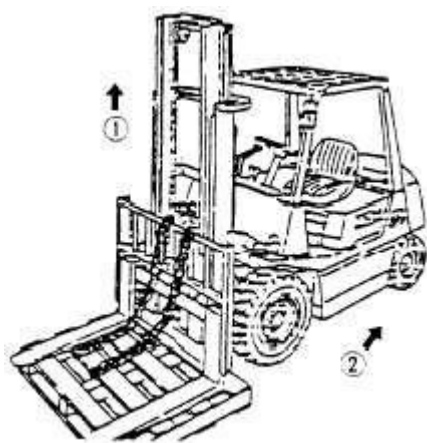

Рис. 11-5
(1) Вставить вилы в поддон и поставить погрузчик на стоянку на горизонтальном месте.
(2) Опустить вилы с поддоном на землю.
(3) Разобрать натяжитель цепи с резьбой верхней цепи и снять цепь со шкива.
(4) Поднять внутреннюю мачту (См. Рис. 11-5 (1)).
(5) Сдвинуть погрузчик назад, если каретка полностью отсоединилась от внешней мачты (См. Рис. 11-5 (2)).
(6) Заменить основные ролики.